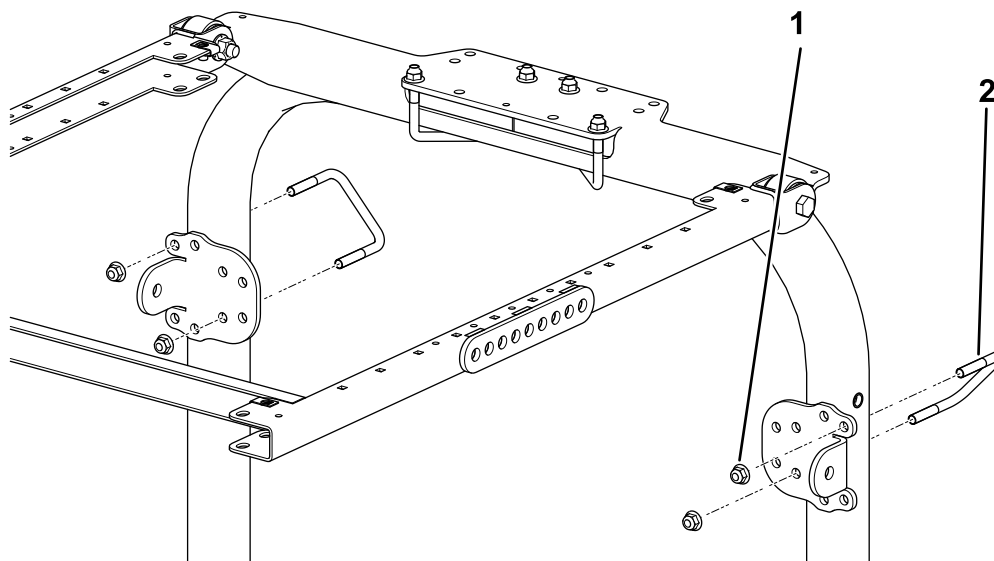

図 47
4. 図 47 に示されている取り付け穴を利用して、各ブレースブラケットを ROPS の柱材に取り付けるUボルト $3\frac{1}{2}$ x $2\frac{3}{4}$ " とフランジナット 2 個を使用する。